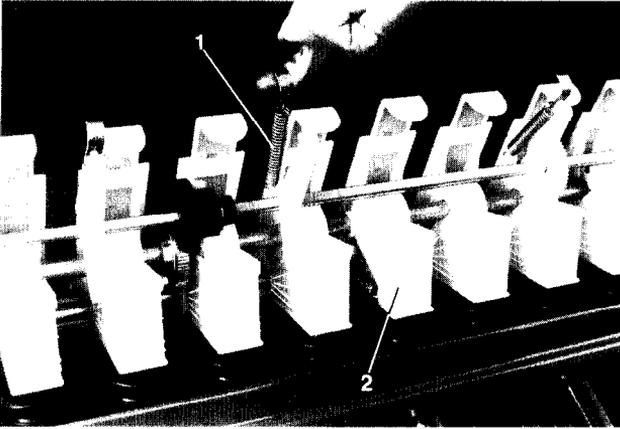

Fig. 102
- El eje de accionamiento para la desconexión de las ruedas de siembra (en caso de que exista) se abate hacia atrás junto con los soportes oscilantes tras soltar los muelles (fig. 102/1).
- Se extrae el rodamiento de presión (fig. 102/2) tras aflojar los muelles tensores.